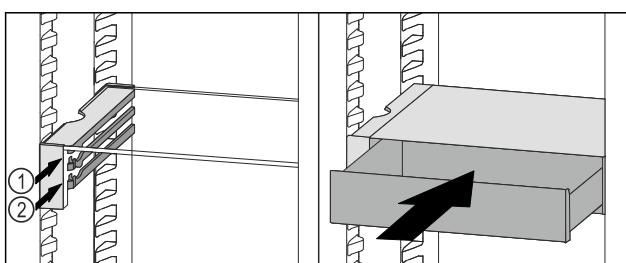

Fig. 76
- Așezați sertarul VarioSafe în spatele opritoarelor pe nervura dorită Fig. 76 (1) sau Fig. 76 (2).